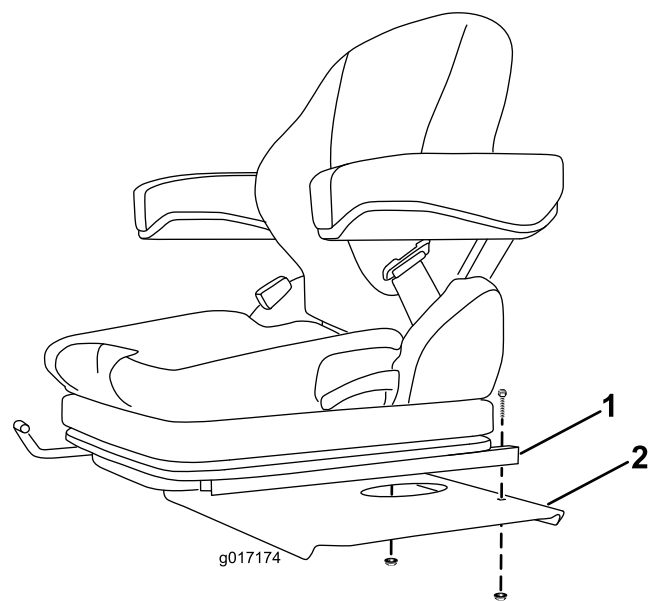

Figure 4
1. Montez l'arrière de chaque glissière sur la base du siège avec un boulon et un écrou à embase (Figure 4).